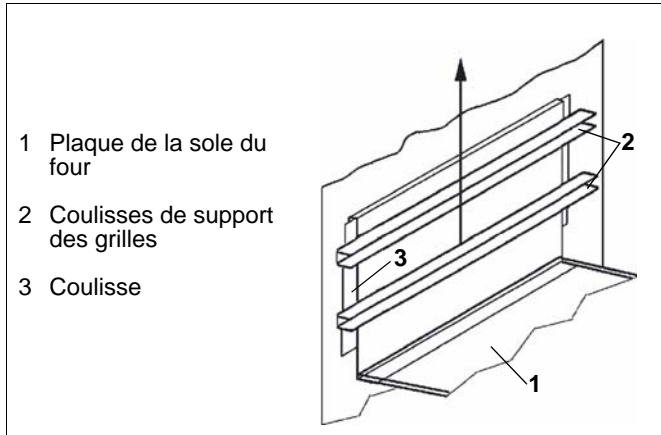

Fig. 15 Coulisse de support des grilles
- ⇒ Pour le nettoyage de la cavité du four, vous pouvez extraire les coulisses de support des grilles (2 / Fig. 15) et les nettoyer.
- ⇒ Retirez la plaque de la sole du four (1 / Fig. 15).
- ⇒ Soulevez la coulisse de support des grilles (2 / Fig. 15) et extrayez-la de la coulisse (3 / Fig. 15).